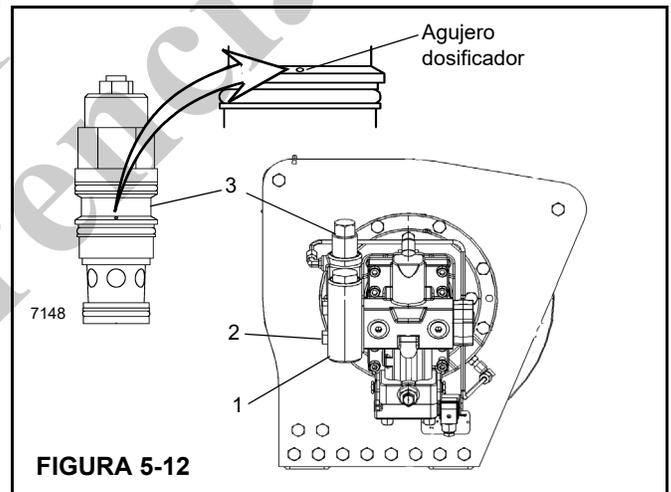

FIGURA 5-12
2. Retire el bloque de válvula equilibradora (3) del conjunto de motor quitando los 4 pernos (31).
3. Retire la válvula equilibradora (68) del bloque (3) e inspeccione el agujero dosificador pequeño en el costado de la válvula de cartucho para comprobar que no está obstruido (Figura 5-12). También revise los anillos "O" para asegurar que no estén cortados ni aplastados.